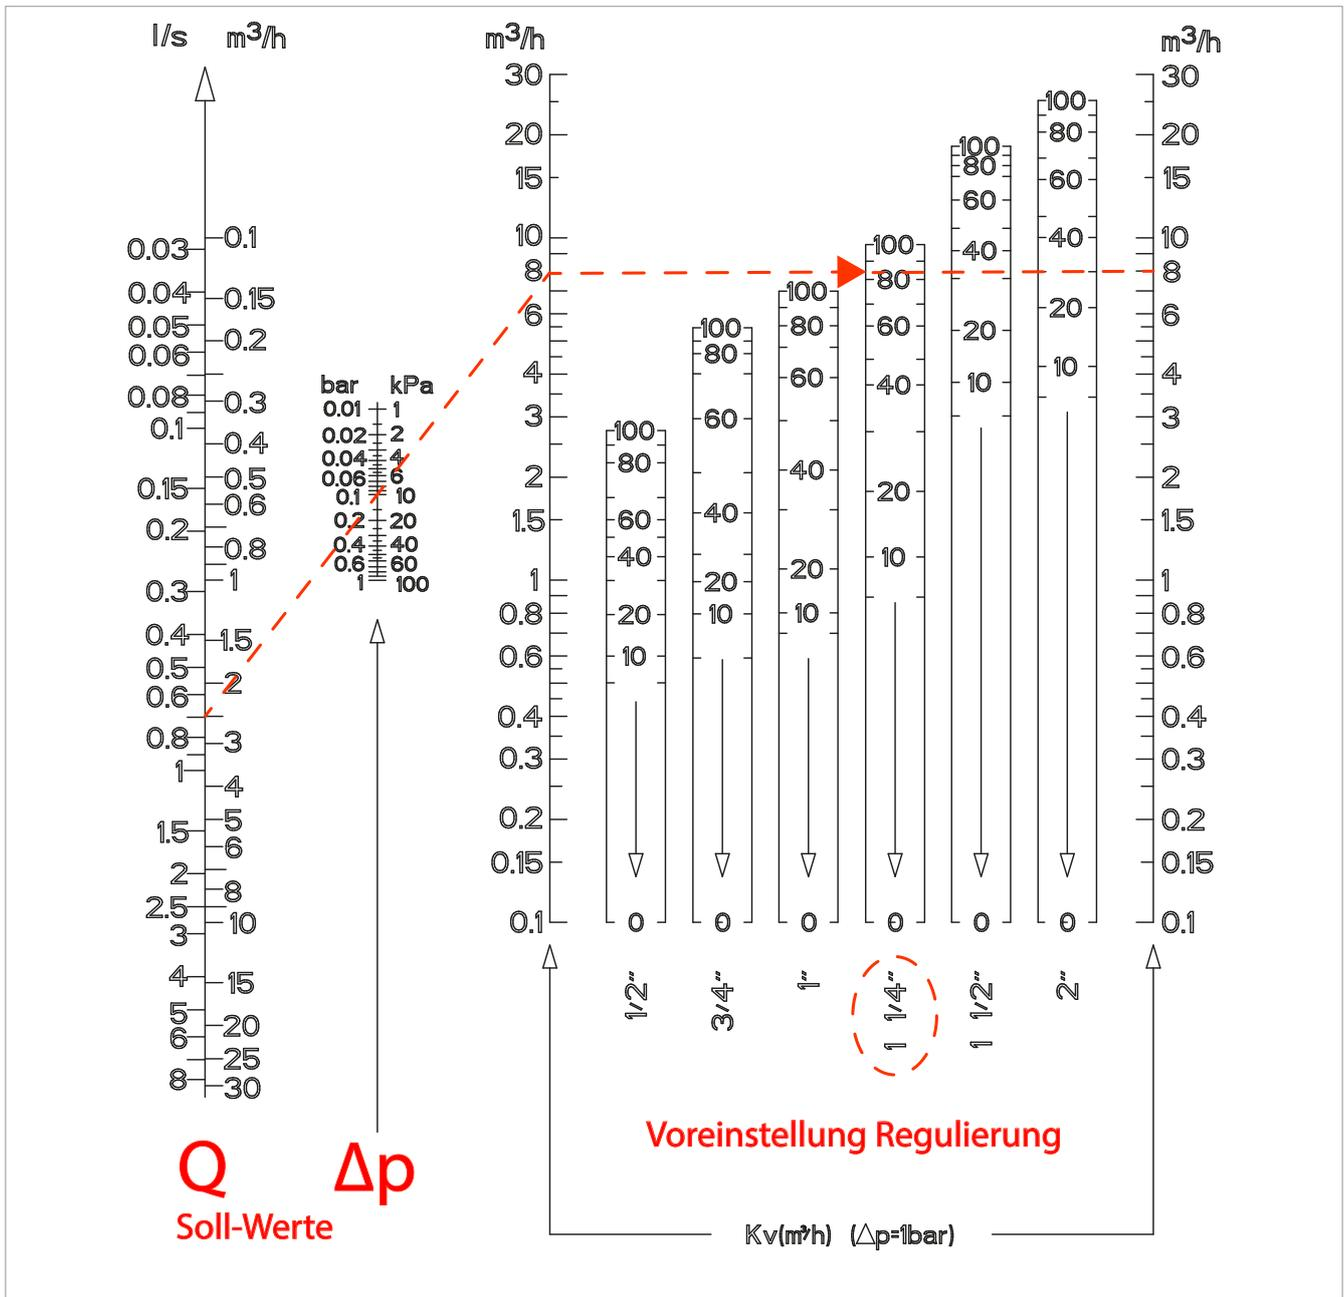

Abb. 3
- Über das Diagramm in Abbildung 3 kann die Ventileinstellung der verschiedenen Ventilgrößen (1/2" bis 2") nach der gewünschten Durchflussmenge Q in Abhängigkeit des Differenzdruckes bestimmt werden.